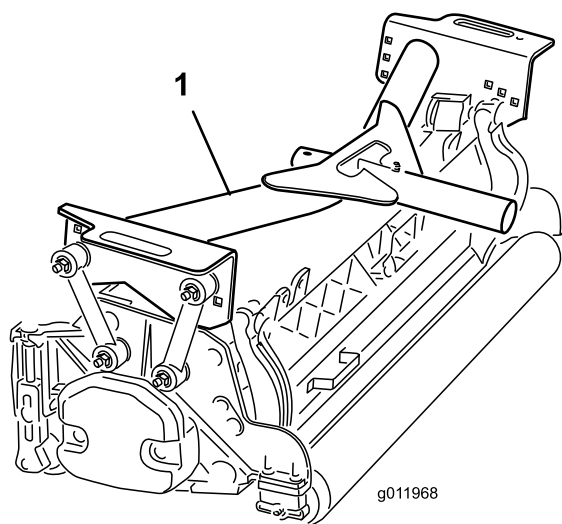

Figura 16
2. Collocate un telaio portante anteriore (Figura 16) su ogni apparato di taglio.